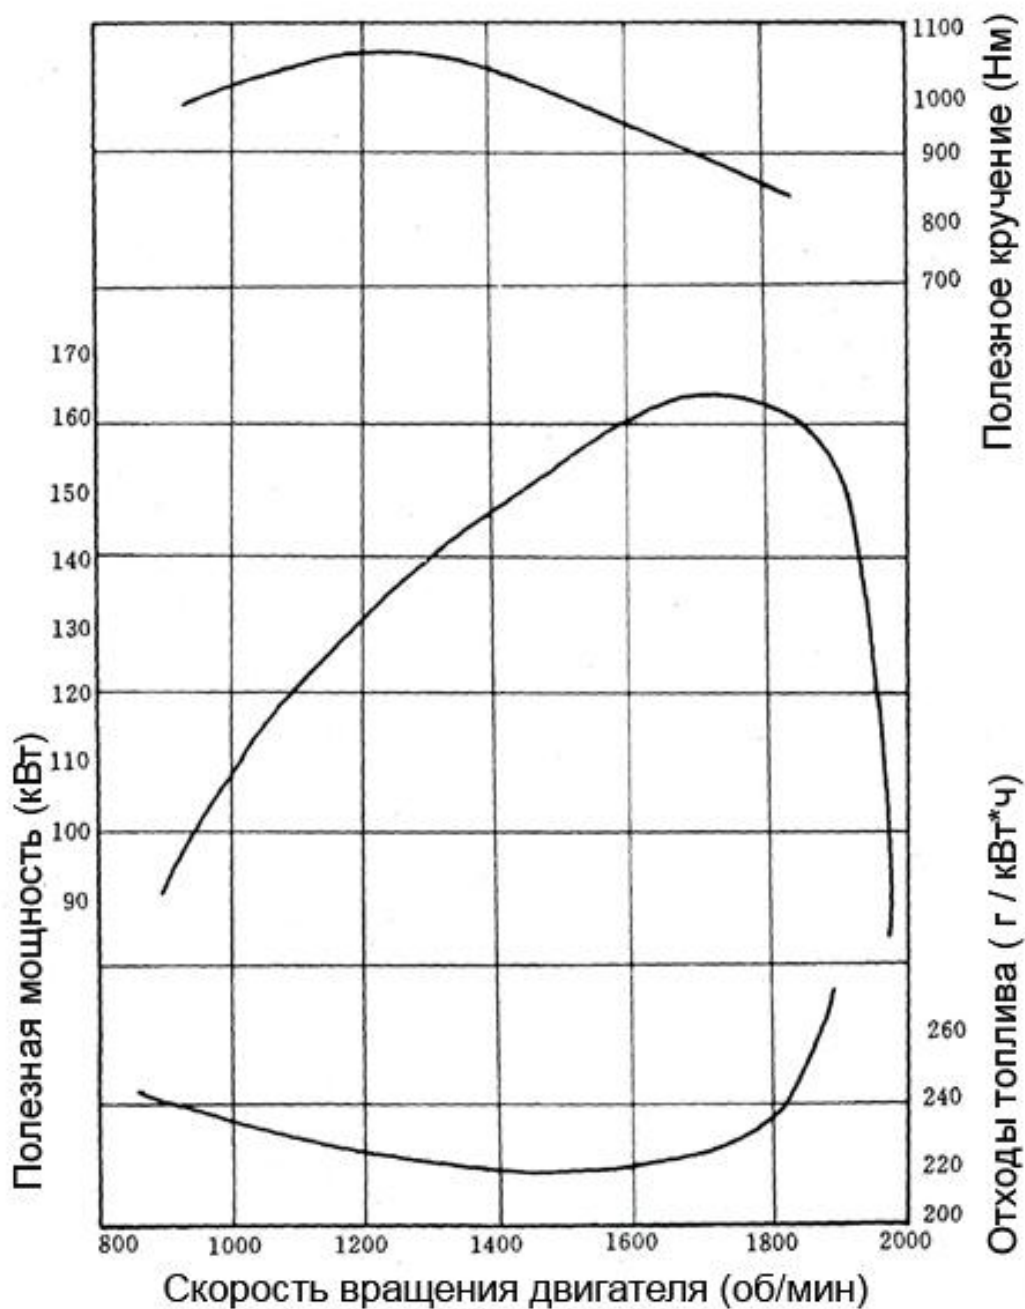

Рис. 5-4
3. Рабочая характеристика (см. Рис. 5-4)